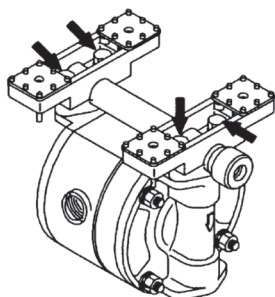

Fig 4.3
- Retire los 4 tornillos del colector de entrada y quítelo (fig. 4.3).